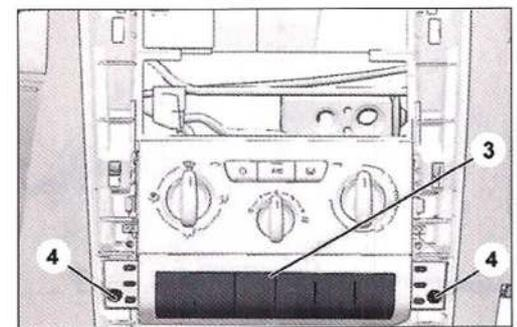

FIG. 6
- Desmontar los tornillos (4) del panel de mando (5) (Fig.6).